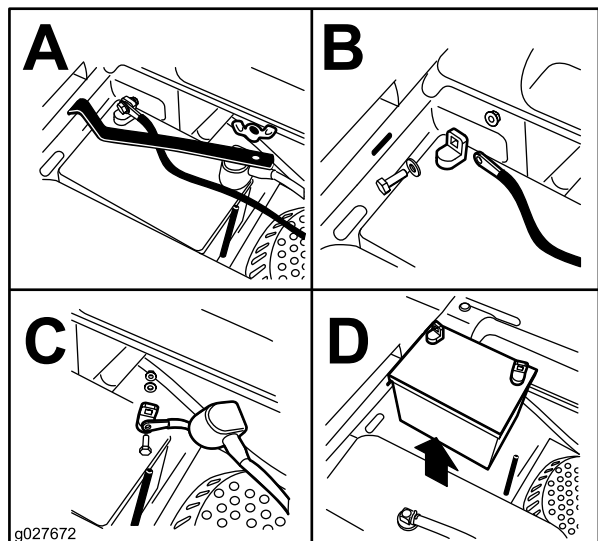

Figure 53
- Retirez l'écrou à oreilles qui fixe la barrette de maintien de la batterie (Figure 53).
- Déposez la barrette de maintien (Figure 53).
- Commencez par débrancher le câble négatif (noir) de la borne négative (-) (noire) de la batterie (Figure 53).
- Enlevez le capuchon rouge de la borne positive (rouge) de la batterie et débranchez le câble positif (+) (rouge) (Figure 53).
- Placez la batterie dans son support en tournant les bornes à l'opposé du réservoir de carburant (Figure 53).
- Fixez les câbles avec 2 boulons, 2 rondelles et 2 contre-écrous (Figure 53).
- Reposez la barrette de maintien et fixez-la avec l'écrou à oreilles (Figure 53).